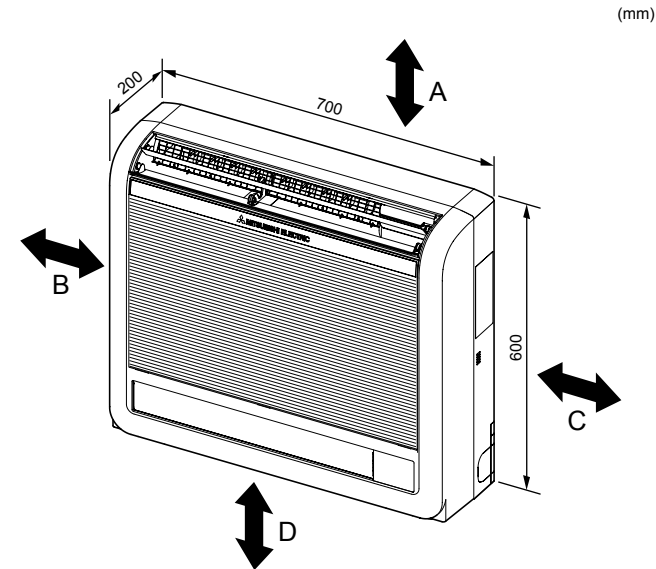

Fig. 2-1
①	Tuyau flexible d'évacuation	1
②	Gaine du tuyau	1
③	Collier	2
④	Support de fixation de l'appareil intérieur	1
⑤	Vis de fixation pour ④ 4 × 25 mm	5
⑥	Vis à bois pour la fixation de l'appareil intérieur	4
⑦	Rondelle de ⑥	4
⑧	Bande de feutre (Utilisée pour la tuyauterie côté gauche ou arrière gauche)	1
⑨	Câble de la commande à distance MA	1
2.1. Dimensions externes (Appareil intérieur) (Fig. 2-1)